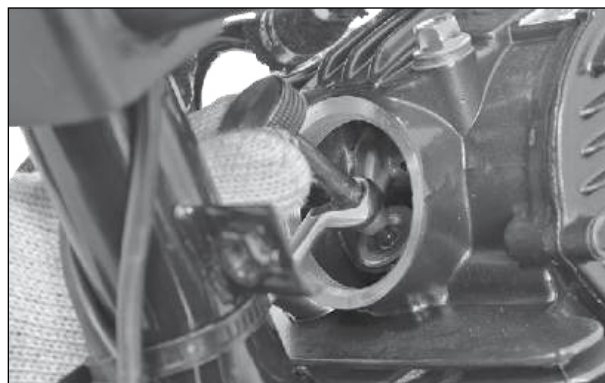

Fig. 2.55
- Após finalizar o ajuste com a folga especificada, mantenha o ajustador fixo com a ferramenta especial e aperte a contraporca do ajustador de válvula. (Fig. 2.55)